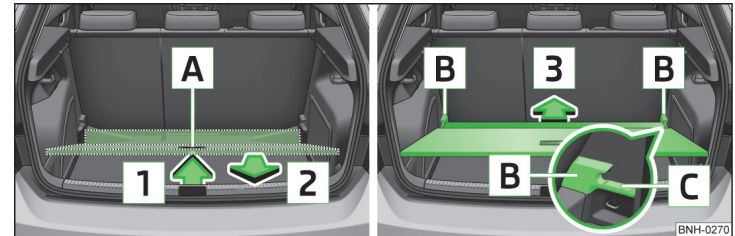

Abb. 82 Variablen Ladeboden in die obere Position einstellen
- › Den variablen Ladeboden am Griff **A** » Abb. 82 fassen.